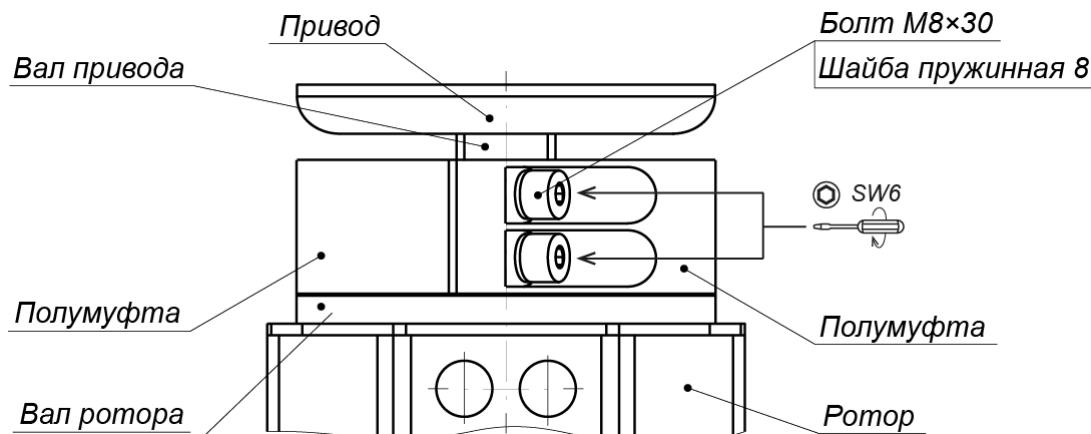

Рисунок 19. Муфтовое соединение (4) вала привода исполнительного механизма с валом ротора (1)
- Соедините верхний вал ротора с валом привода исполнительного механизма двумя полумуфтами и четырьмя болтами M8×30 с пружинными шайбами (ключ SW6) (см. рис. 19).
2. Снимите полумуфты (см. рис. 19), отвернув 4 болта M8 муфтового соединения (4). Будьте осторожны! Удерживайте ротор и полумуфты от падения.